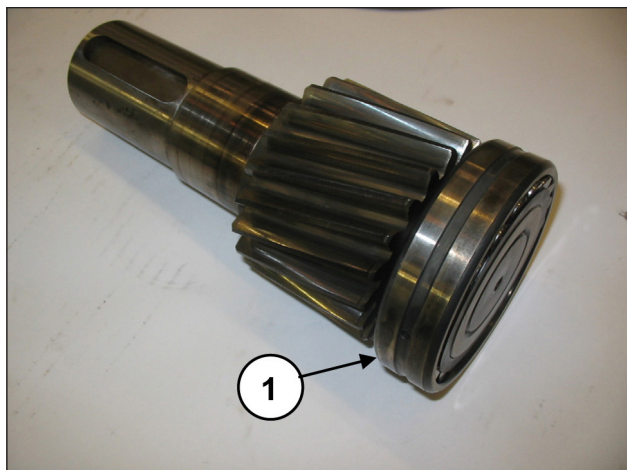
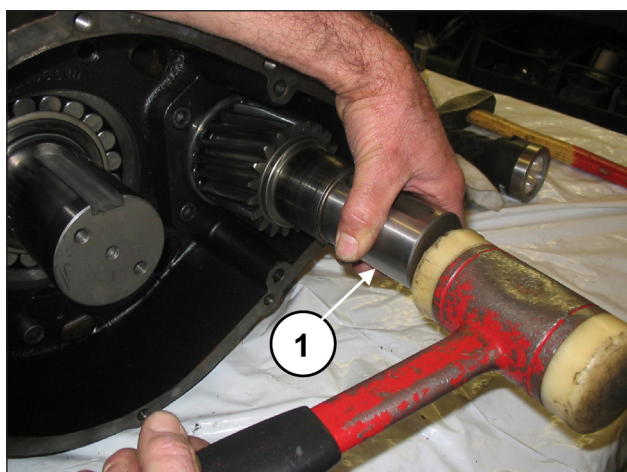

Fig. 60
Fig. 61
Premontare il cuscinetto sul pignone (pos. ①, Fig. 60) e inserire a fondo il pignone nella sede sulla scatola riduttore (pos. ①, Fig. 61) mediante una massa battente.